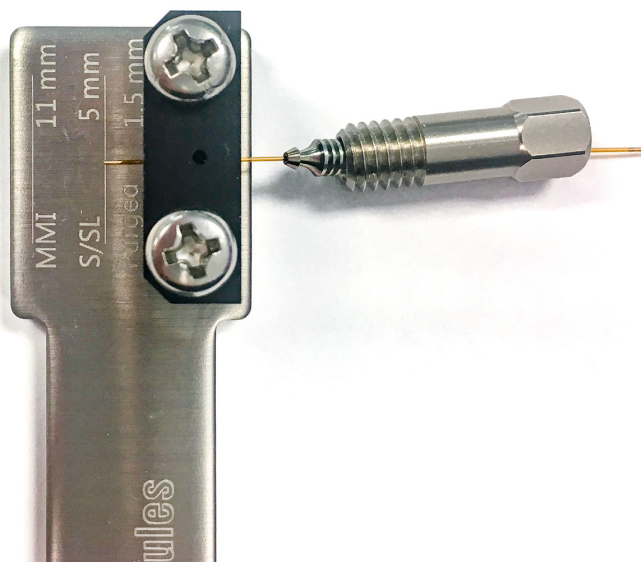

Figura 13. Passe a coluna pela porca da coluna, pela anilha e pela ferramenta de estampagem
- 3 Passe a extremidade da coluna pela porca da coluna, pela anilha e pela ferramenta de estampagem, conforme mostra a **Figura 13**.